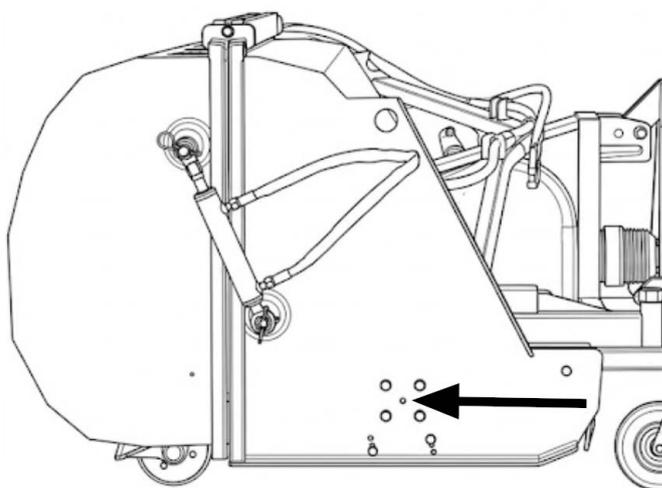

Рис. 6
- Смажьте опоры ротора (см. рис. 6).